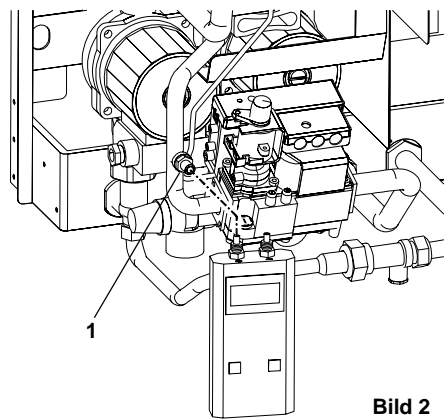

Bild 2
- I. Druck- oder U-Rohrmanometer für die Einstellung des Düsendrucks am Meßstutzen für den Brennerdruck (1, Bild 2, Seite 21) anbringen.
- I. Gerät mit dem Stromnetz verbinden und Betriebswahlschalter (A) einschalten, Betriebsbereitschaftsanzeige (O) leuchtet grün).